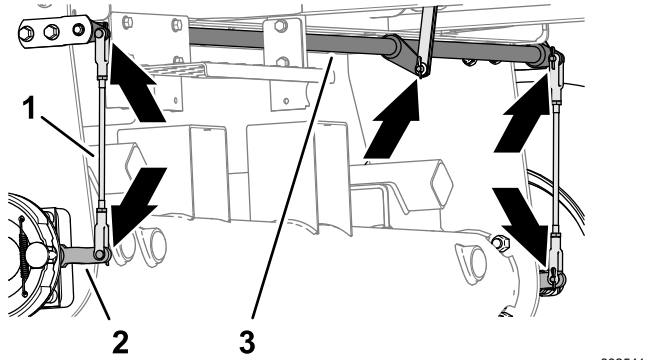

Bild 71
1. Überprüfen Sie die linke und rechte Bremsstangenbaugruppe (Bild 71) auf Schäden und Verschleiß.
2. Kontrollieren Sie die Drehwelle der Bremse (Bild 71) auf Schäden und Verschleiß.